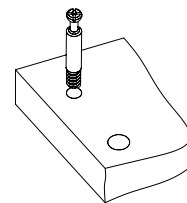

Рис.1
1. Вкрутить шпильки минификсов в соответствующие плоскостные отверстия фасадной планки 1 (Рис. 1).